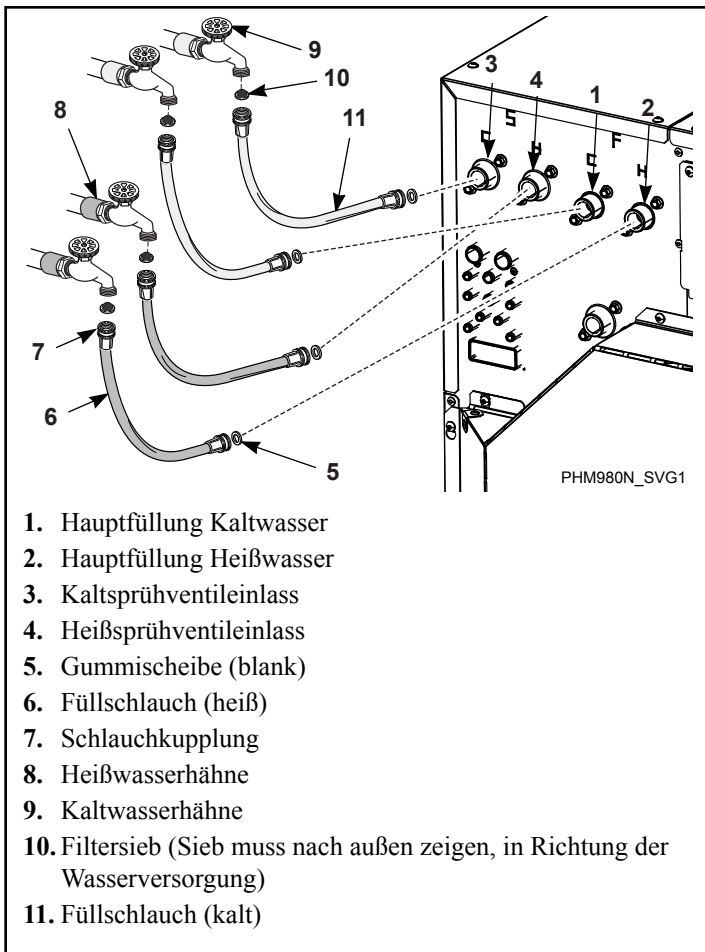

Abbildung 22
1. Vor Installation der Schläuche muss das Wassersystem des Gebäudes mit Hilfe der Anschlussventile der Maschine für min. zwei (2) Minuten durchgespült werden.
2. Die vier (4) einfachen Gummischeiben und vier (4) Filtersiebe aus dem mitgelieferten Zubehörbeutel entnehmen.
3. Eine (1) einfache Gummischeibe an einem Ende und ein (1) Filtersieb am anderen Ende jedes Zulaufschlauchs anbringen. Die Siebe müssen nach außen zeigen, in Richtung der Wasserversorgung. Siehe *Abbildung 22*.
6. Die Kupplung mit der einfachen Gummischeibe des einen (1) Schlauchs (am Heißwasseranschluss angeschlossen) auf den Hauptfüllventileinlass aufschrauben (mit einem „H“ unter der „F“-Markierung gekennzeichnet). Die Kupplung mit der einfachen Gummischeibe des anderen Heißwasserschlauchs auf den Sprühventileinlass aufschrauben (mit einem „H“ unter der „S“-Markierung gekennzeichnet). Von Hand festziehen.
7. Die Kupplung mit der einfachen Gummischeibe eines (1) der Schläuche (an einem Kaltwasseranschluss angeschlossen) auf den Hauptfüllventileinlass aufschrauben (mit einem „C“ unter der „F“-Markierung gekennzeichnet). Die Kupplung mit der einfachen Gummischeibe des anderen Kaltwasserschlauchs auf den Sprühventileinlass aufschrauben (mit einem „C“ unter der „S“-Markierung gekennzeichnet). Von Hand festziehen.